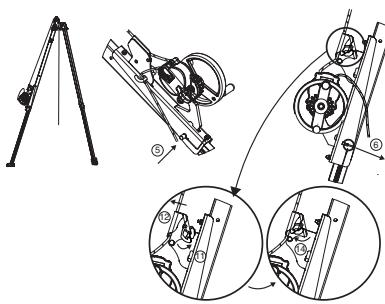

Fig. 9
IMPORTANTE: Tener cuidado con el sentido de montaje: el bloqueador de driza debe estar dirigido hacia la parte superior del trípode tracpode (Fig. 9).
5. Colocar el bulón de amarre de la consola para aparato Derope™ UP R. Este bulón de amarre cumple dos funciones: bloqueo de la pata del trípode tracpode y amarre de la consola para aparato Derope™ UP R en esta pata (Fig. 9, 5).
6. Bloquear el bulón de amarre mediante el pasador sujetador (Fig. 9, 6).
11. Abrir el bloqueador de driza de la consola (Fig. 9, 11).
12. Introducir la driza que sale del aparato Derope™ en el bloqueador de driza de la consola (Fig. 9, 12).
14. Cerrar el bloqueador de driza (Fig. 9, 14).